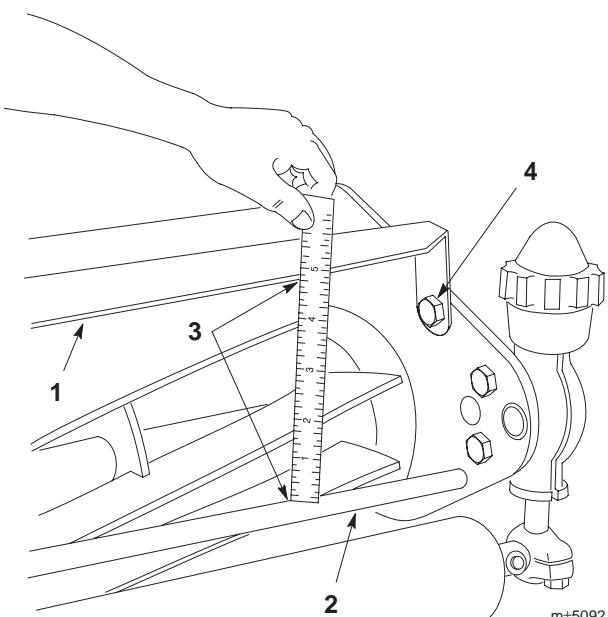

図 5
1. カッティングユニットを通常の姿勢で作業台に置き、前クロス・バー上面からシールドまでの距離をユニットの左右で計測する(図5)
2. 通常の刈り込み条件では、上記の距離が121 mmとなるように調整する。調整はユニット左右にあるシールド固定ネジをゆるめて行う(図5)。